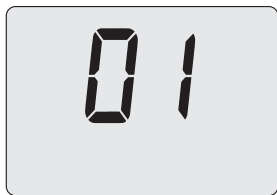

Figura 7.6
- Premendo il tasto 16 sul display LCD appare il numero 01, indicante l'entrata nell'attivazione della "funzione spazzacamina" alla potenza minima (Figura 7.6).